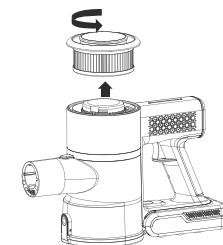

Fig 3.
Montez l' accessoire sur l' entrée d' air du corps principal et/ou sur le tube jusqu' à ce qu' il s' enclenche en position Fig 3. La brosse 2 en 1 est idéale pour nettoyer les escaliers, les coins et les zones difficiles d' accès.
4. Tournez le couvercle du filtre dans le sens contraire des aiguilles d' une montre, retirer le couvercle, soulever le filtre HEPA de sortie vers le haut et retirer le filtre; remettez le filtre au comptoir après le nettoyage, comme le montre la Fig 3.